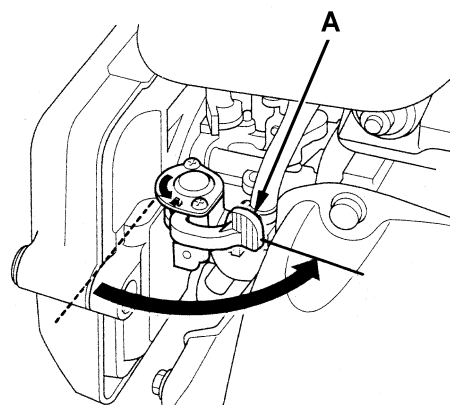

Figure 2
1. Régler le guidon (3) au moyen des pommeaux (5).
2. Vérifier que le balai latéral (10) est soulevé.
3. Ouvrir le robinet du carburant (A, Fig. 2) en introduisant la main dans le logement (29), sans ouvrir le coffre (7).